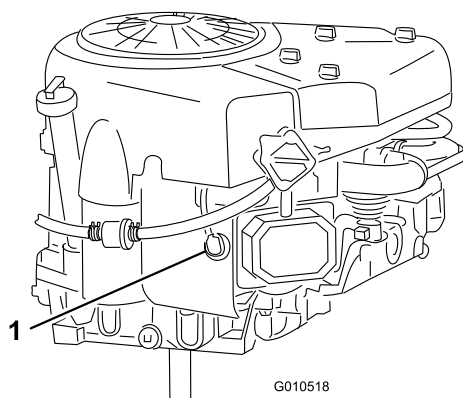

Figure 27
6. Débranchez la bougie (Figure 27).
3. Branchez la bougie (Figure 27).
8. Enlevez la bougie et la rondelle métallique (Figure 27).